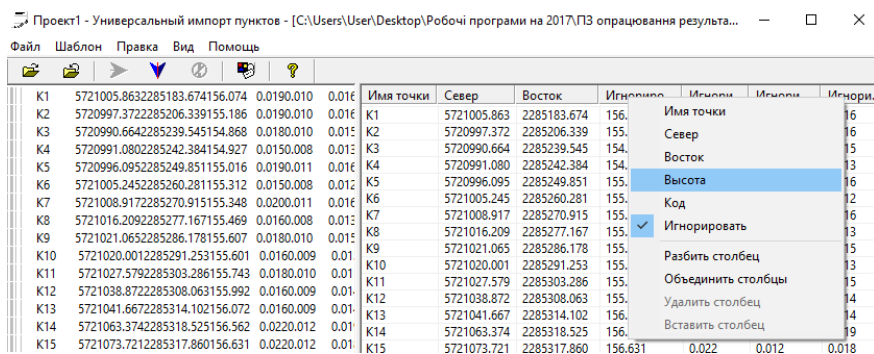

Рисунок 1.10 – Присвоєння заголовків для стовпчиків з даними
5. Натиснути праву кнопку миші на заголовках потрібних колонок у правій частині вікна та вибрати з контекстного меню відповідні значення (рис. 1.10).
Назви заголовків присвоюються тільки для колонок, які необхідно імпортувати у *Credo_Dat*. Стовпчики, які ігноруються, імпортуватися у програму не будуть (як колонки 5-7 з оцінкою точності вимірювань на рис. 1.10).